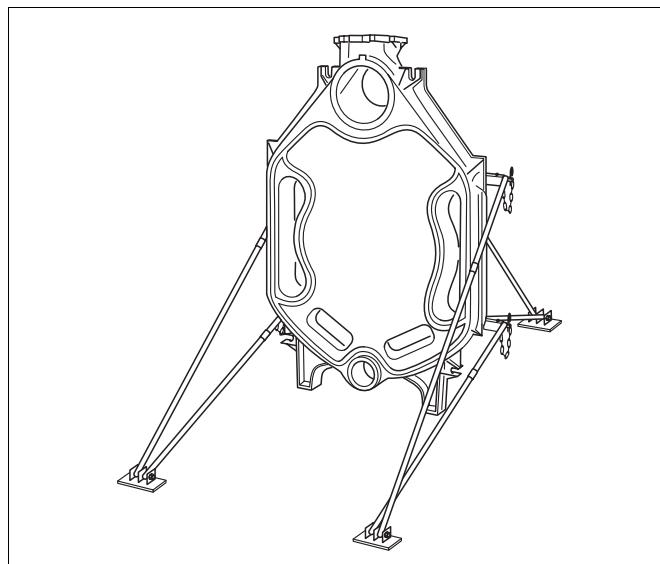
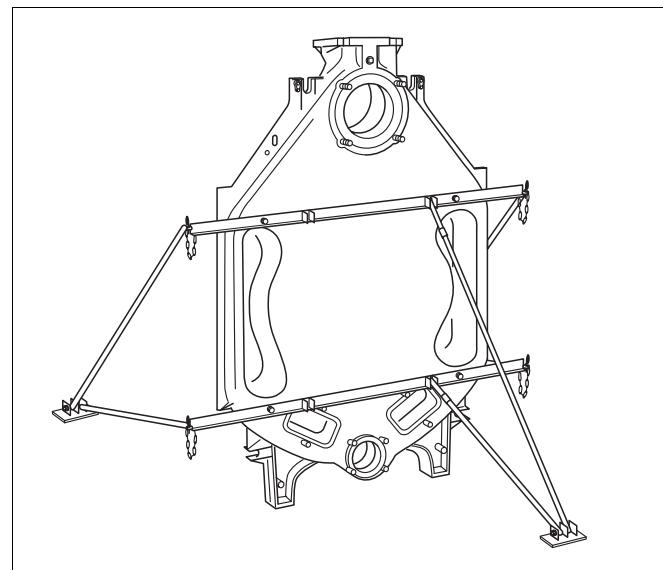

Fig. 9 Elemento posteriore con dispositivo di montaggio ausiliario montato
Fig. 11 Fissaggio del dispositivo di montaggio ausiliario
- ▶ Fissare gli elementi della caldaia con lo strumento ausiliare di montaggio (accessorio) affinché non si ribaltino. Per prima cosa, avvitare l'elemento posteriore allo strumento ausiliare di montaggio (fig. 9, pag. 17).
- Sistemare l'elemento posteriore e fissarlo con il dispositivo di montaggio ausiliario per evitarne il capovolgimento (→ fig. 11 e fig. 9 e le istruzioni del dispositivo di montaggio ausiliario fornite separatamente).